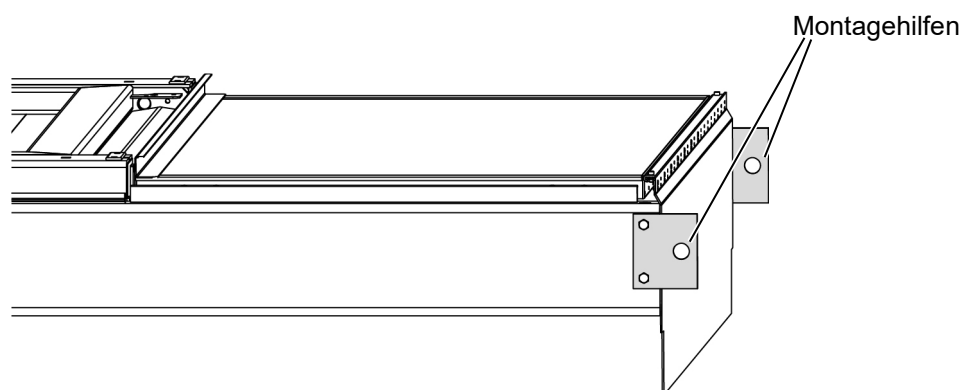

Abbildung 4: Montagehilfen
- ▶ Hängen Sie den Kran bei horizontaler Lage des Liftes in die Montagehilfen ein (siehe Abbildung 4). Achten Sie dabei auf den festen Sitz der Montagehilfen.
- Lösen Sie den Kran von den Montagehilfen am Vertikallift (siehe Abbildung 4, Seite 15).